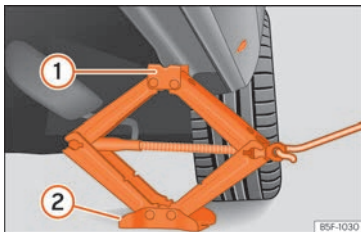

Abb. 39 Längsholm: Wagenheber ansetzen.
- Drehen Sie die Kurbel des unter dem Aufnahmeplatz des Längsträgers befindlichen Wagenhebers*, bis sich die Nase ① » » » **Abb. 39** unter der vorgesehenen Einföhrung befindet.
- Richten Sie den Wagenheber* so aus, dass sein Aufnahmehorn ① in die dafür vorgesehene Aufnahme am Längsträger „greift“ und die bewegliche Grundplatte ② plan auf dem Boden aufliegt. Die Bodenplatte ② muss sich dabei senkrecht unter dem Aufnahmeplatz ① befinden.